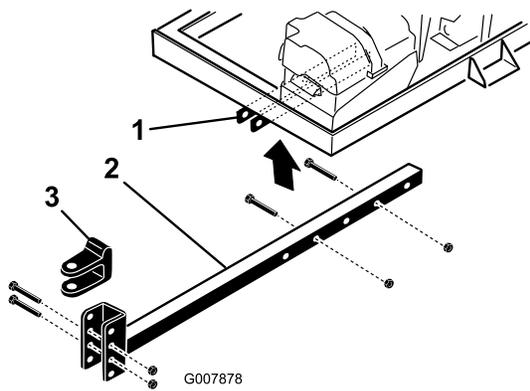

Bild 4
2. Stecken Sie das Anbauvorrichtungsrohr in die Rahmenhalterungen (Bild 4). Befestigen Sie das Rohr mit zwei Schrauben ($\frac{3}{8}$ " x 3") und Bundmuttern ($\frac{3}{8}$ ") am Rahmen und ziehen sie bis auf 40 N·m an.
- Entfernen Sie die Schrauben und Sicherungsmuttern, mit denen der Anbauvorrichtungsstift (Bild 4) am Anbauvorrichtungsrohr befestigt ist.
- Nehmen Sie die Schrauben und die Muttern ab, mit denen das Anbauvorrichtungsrohr an den Rahmenhalterungen befestigt ist (Bild 4).